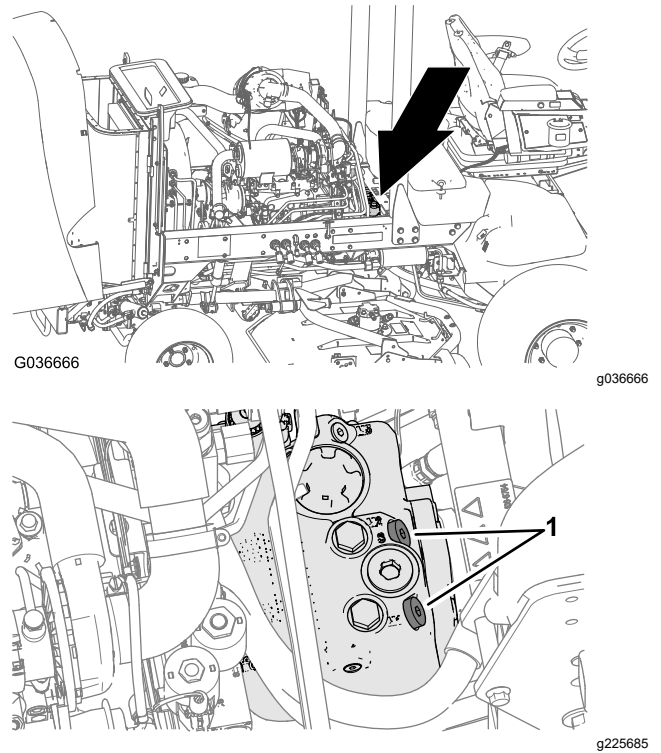

图 36
1. 打开机罩并找到位于电池/储物盒后面泵顶部的旁通阀图 36。